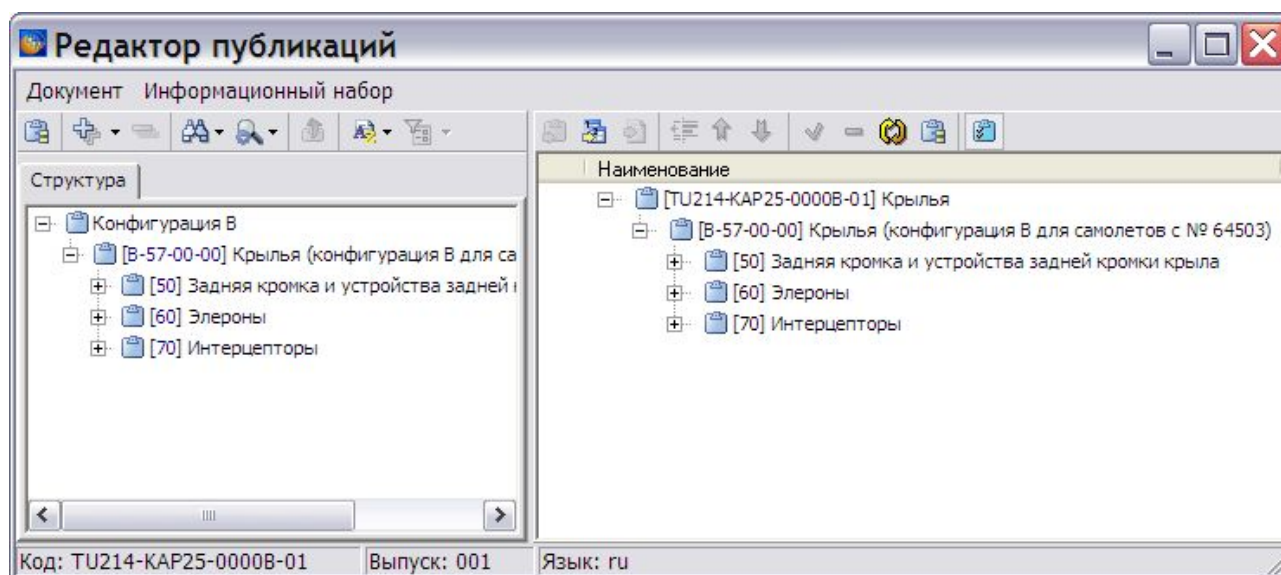

Рис. 12.16
6. Откройте версию публикации для редактирования. На основании информационных наборов конфигурации «В» произведите «наполнение данными» версии публикации - проставьте связи с требуемыми модулями данных (Рис. 12.16).